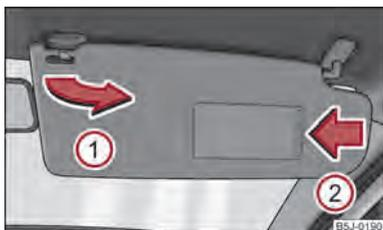

Fig. 29 Aletta parasole: posizione abbassata
Le alette parasole del conducente e del passeggero anteriore si possono staccare dai relativi supporti e ruotare verso la porta nel senso indicato dalla freccia ① → fig. 29.